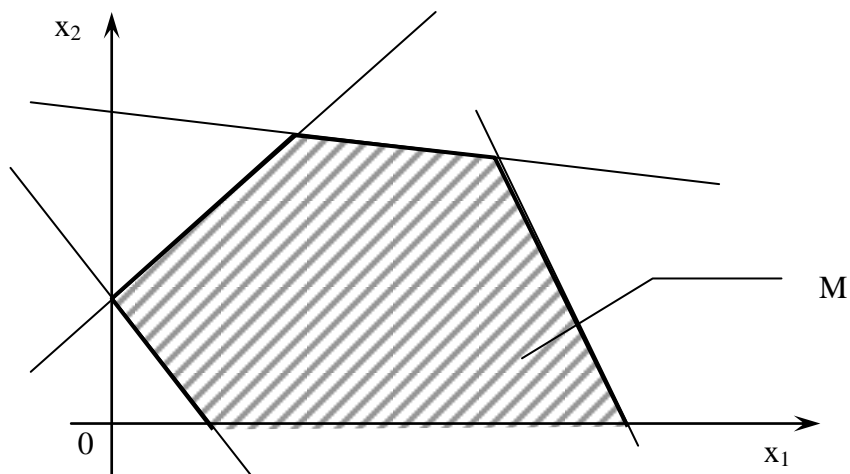

Рисунок 1 – Область розв'язання системи лінійних обмежень
Системи обмежень (3) і (5) задають на площині опуклий багатокутник M , причому умови (5) свідчать про те, що він розташований у першій чверті (рис.1). Цей багатокутник називається областю рішень задачі.